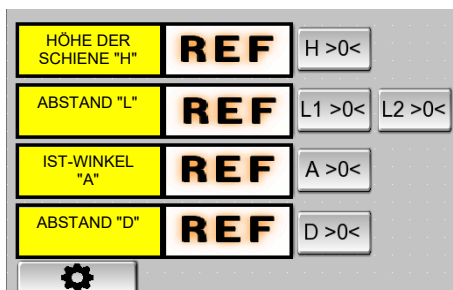

Abb. 44
- Das Gerät schaltet in den Nullmodus (Abb. 44)